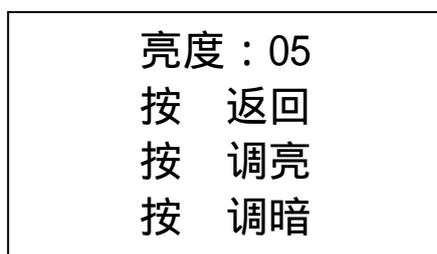

图 37
- e. 按 \leftarrow 键进入设置亮度界面，如图 37：